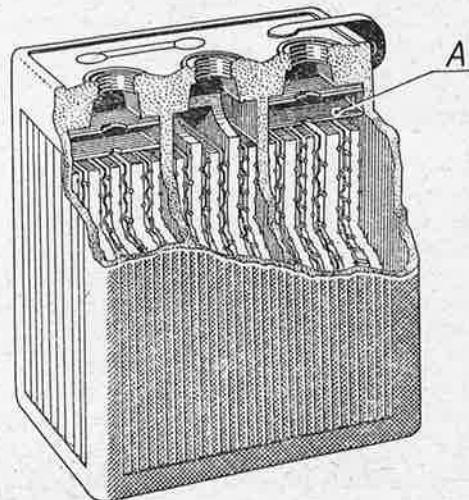

Рис. 30 — Правильная высота уровня кислоты в батарее
Батарею нельзя заливать больше чем до первой перегородки над пластиинками (см. рис. 30 — перегородка А). Это можно надежно сделать только при помощи отсасывающего шарика, который отсасывает возможную избыточную заправку до установленного уровня.
1. Устранив вставки под пробками или ленточку на пробках. Все три элемента наполнить химически чистой серной кислотой (но в коем случае не технической), разбавленной дистиллированной водой до плотности 1,28 (в тропических областях 1,23), только до высоты первой перегородки над пластиинками — ни в коем случае не выше (см. рис. 30 — перегородка А).
2. Высоту уровня кислоты контролируйте отсасывающим шариком хотя бы один раз в месяц, а при необходимости дополните дистиллированной водой до установленного уровня — но не выше (см. рис. 30 — перегородка А).